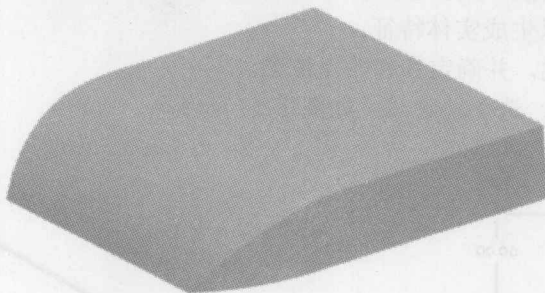

图 1-13
- 9) 单击操控板中的 ☒ 按钮, 完成可变剖面扫描特征的建立, 结果如图 1-13 所示。